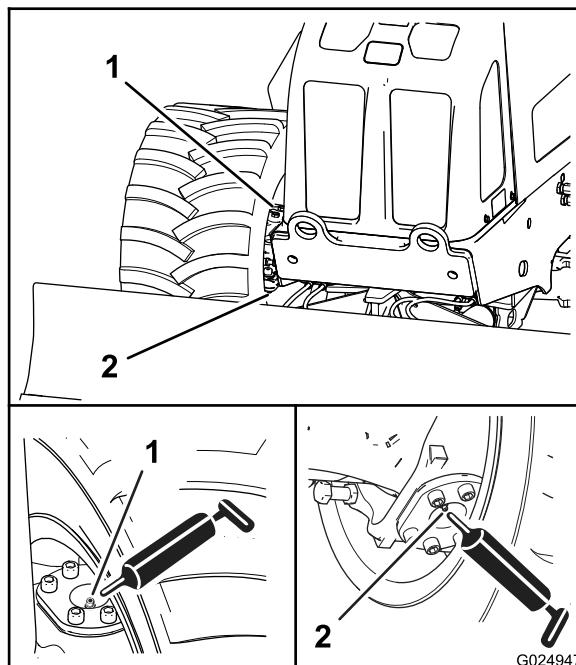
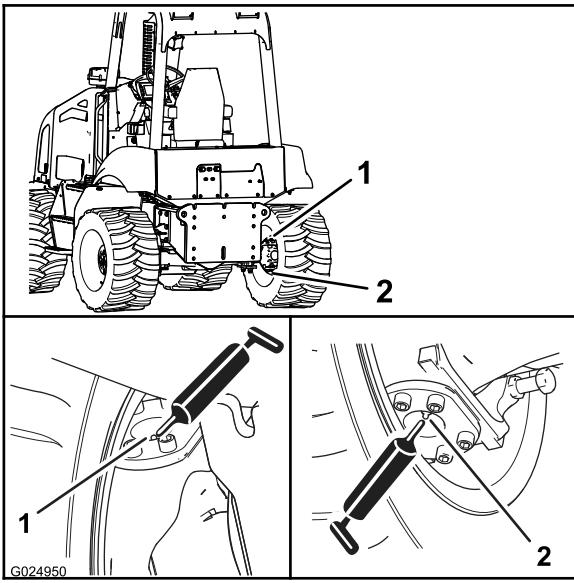

Figura 59
Figura 60
2. Conecte a pistola de graxa às graxeiras dos pivôs superior e inferior; aplique 2 ou 3 bombeadas de graxa em cada graxeira (Figura 59 e Figura 60).